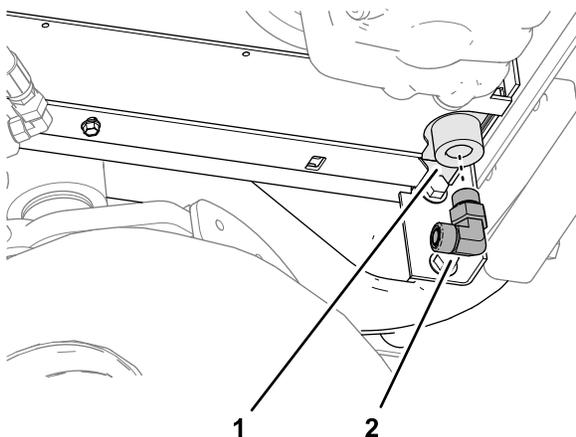

图29
1. 如图29所示在散热器的前下角将 90° 接头-8 O 形圈面密封件/ 19mm SAE 装入油冷却器出口并拧紧接头螺母。